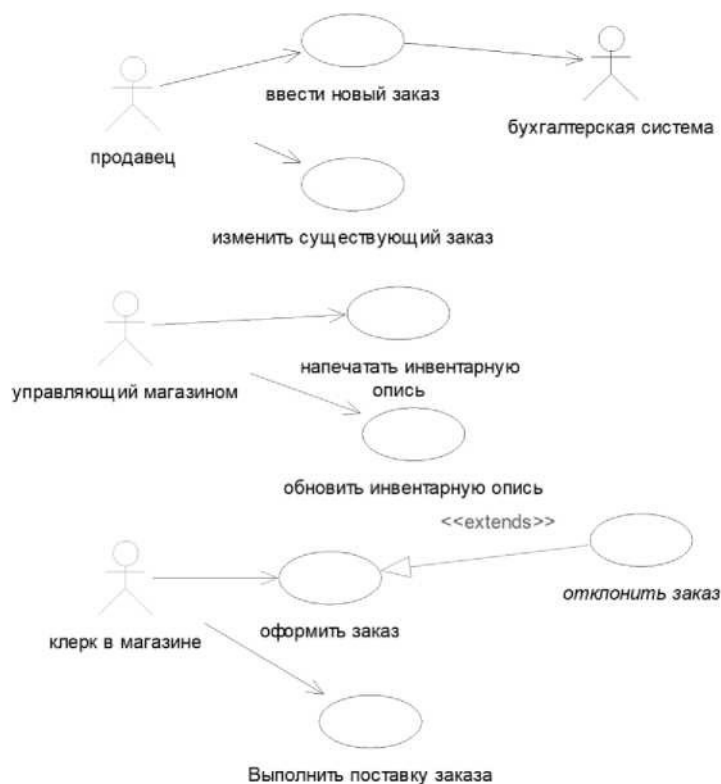

Рис. 1 Диаграмма вариантов использования задачи о заказе товара.
Окончательный вид диаграммы показан на рис. 1.
2. Повторив шаг 1, поместите на диаграмму остальные ассоциации, согласно рис. 1.